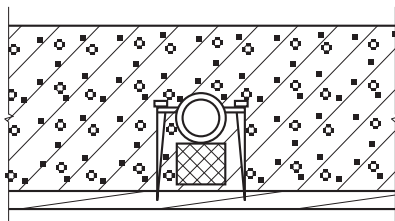

图 2-51 线管在混凝土模板上的固定
(1) 线管在混凝土内暗线敷设时，可用铁丝将管子绑扎在钢筋上，也可用钉子钉在模板上，用垫块将管子垫高 15mm 以上，使管子与混凝土模板间保持足够的距离，并防止浇灌混凝土时管子脱开，如图 2-51 所示。